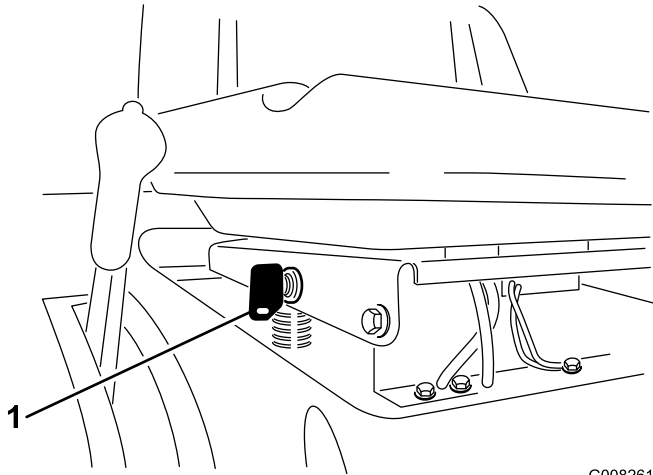

Figure 13
S'il est nécessaire d'utiliser la commande des lames (PDF) en marche arrière, désactivez ce dispositif de sécurité à l'aide du commutateur KeyChoice situé près du support du siège (Figure 13).
2. Introduisez la clé KeyChoice dans le commutateur (Figure 13).